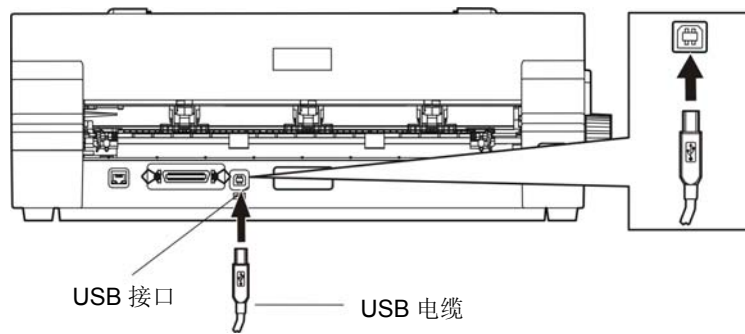

图 2-11 连接 USB 电缆
2. 将 USB 电缆的 B 端插头（方型）插进打印机的 USB 接口插座中（如图 2-11 所示）。